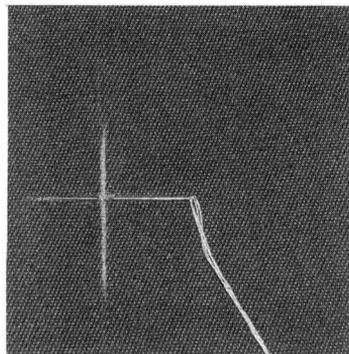

图 1-29
(1) 钉实用钮扣前先确定位置，用十字划粉线表示，从正面下针至下底再将针挑起回到正面，下针与回针距离约0.3cm，如图1-29所示；